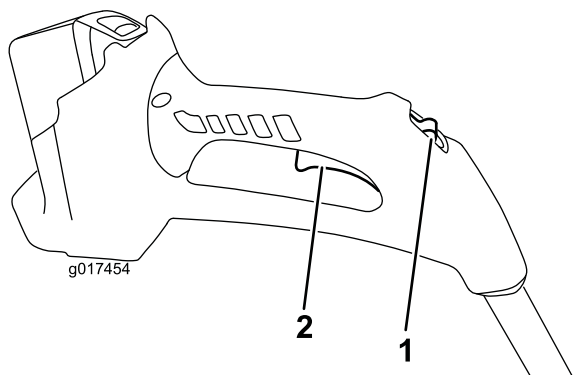

Figure 8
4. Pour démarrer la débroussailleuse, repoussez le commutateur de verrouillage à la position de marche, puis serrez la poignée d'actionnement (Figure 8).